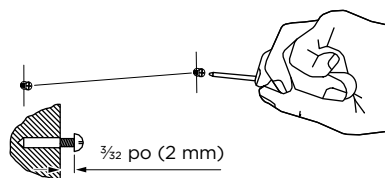
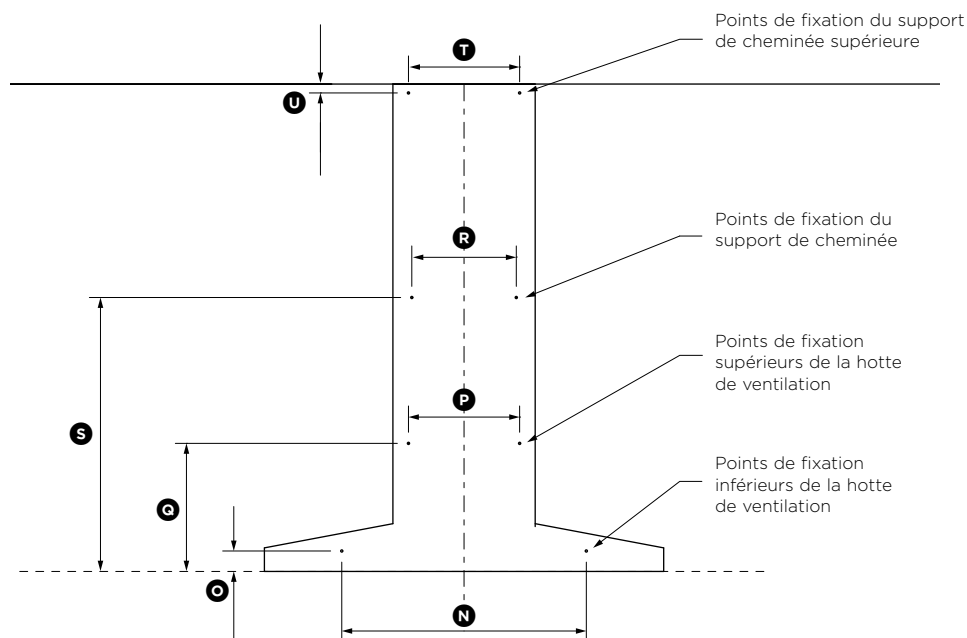

Fig.1
Fig.2
- Assurez-vous que la tension (V) et la fréquence (Hz) indiquées sur la plaque signalétique correspondent à la tension et la fréquence sur le site d'installation.
② Fixez les supports de cheminée et les vis de montage de la hotte de ventilation sur le mur
- Fixez le support de cheminée et le support de cheminée supérieure (si vous utilisez cette dernière) aux emplacements indiqués dans la Fig.2 (page 39) et la Fig.3 (page 40). Utilisez les vis de $1\frac{3}{16}$ po (30 mm) (ainsi que les chevilles expansibles, si vous les fixez à la maçonnerie).
- Fixez les vis de montage supérieures de la hotte de ventilation aux emplacements indiqués dans la Fig.2 (page 39) et la Fig.3 (page 40). Utilisez les vis de $1\frac{3}{16}$ po (30 mm) (ainsi que les chevilles expansibles, si vous les fixez à la maçonnerie). Assurez-vous de laisser un espace de $\frac{3}{32}$ po (2 mm) entre la tête de vis et le mur (Fig.1).